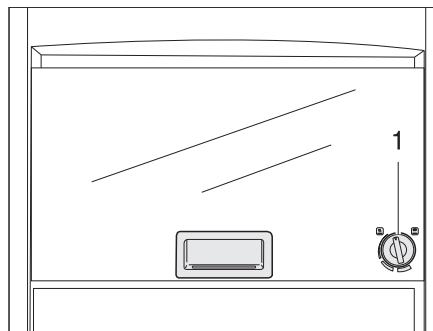

Fig. 206 Four à gaz (Dometic)
- Appuyer légèrement sur le bouton tournant (Fig. 206,1) et le tourner vers la gauche sur la position souhaitée.
- Tourner le bouton tournant (Fig. 206,1) sur "O". La flamme s'éteint.